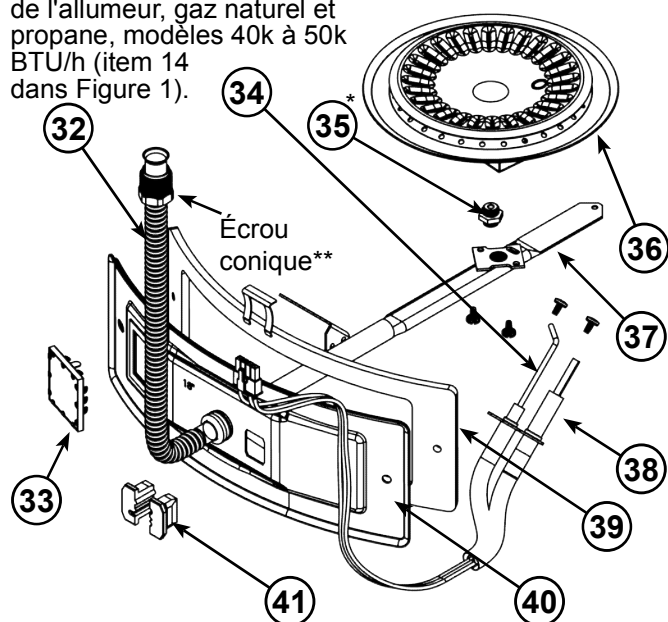
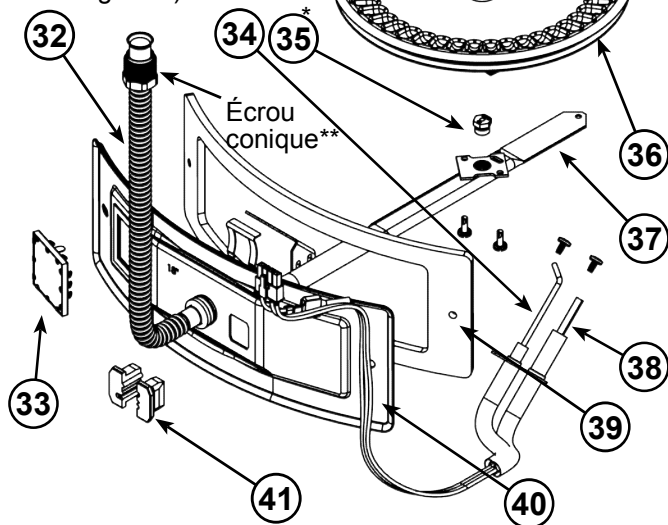

Figure 48.
Figure 49.
- 14 Assemblage de la porte du collecteur (non illustré) (voir Figure 3 et Figure 4) (voir aussi Figure 48 et Figure 49)
- 32 Tube flexible du collecteur (voir Figure 3 et Figure 4) (voir aussi Figure 48 et Figure 49)
- 34 Détecteur de flammes (voir Figure 3 et Figure 4) (voir aussi Figure 48 et Figure 49)
- 35 Orifice de gaz (voir Figure 3 et Figure 4) (voir aussi Figure 48 et Figure 49)
- 36 Brûleur en tôle (voir Figure 3 et Figure 4) (voir aussi Figure 48 et Figure 49)
- 37 Collecteur (voir Figure 3 et Figure 4) (voir aussi Figure 48 et Figure 49)
- 38 Allumeur à élément chauffant (voir Figure 3 et Figure 4) (voir aussi Figure 48 et Figure 49)
- 39 Joint d'étanchéité, porte du collecteur (voir Figure 3 et Figure 4) (voir aussi Figure 48 et Figure 49)
- 40 Porte du collecteur (voir Figure 3 et Figure 4) (voir aussi Figure 48 et Figure 49)
- 41 Bloc passe-fil et étrier (voir Figure 3 et Figure 4) (voir aussi Figure 48 et Figure 49)